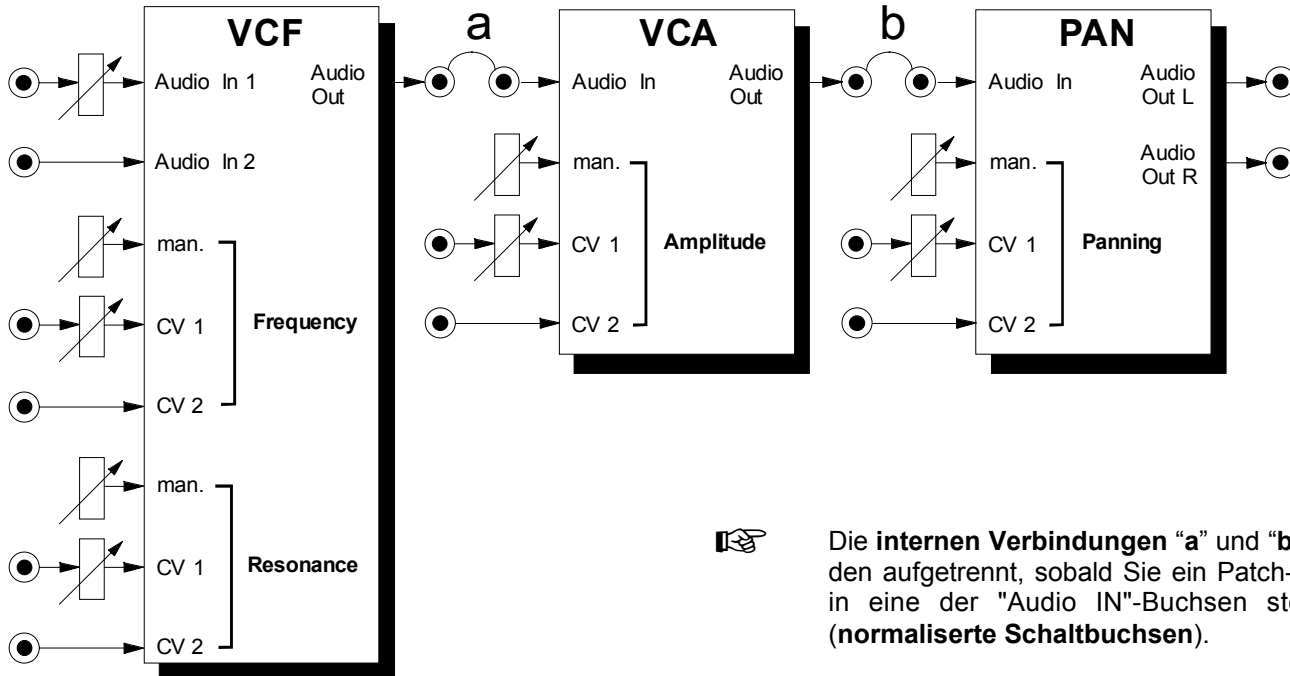

Abb. 1: Blockschaltbild des A-109
Diese Buchsen sind die **Audio-Eingänge** des A-109 (genauer: Eingang des VCF, s. Blockschaltbild in Abb. 1), an denen Sie das zu bearbeitende Signal zuführen. Beide Eingänge zusammen bilden einen "Mini-Audio-Mixer".
④ VCF Out
Am **Filterausgang** ④ steht das gefilterte Eingangssignal zur Verfügung. Diese Buchse ist intern mit dem nachfolgenden VCA verbunden (s. Abb. 1).
⑤ VCA In
Hierbei handelt es sich um eine **normalisierte Schaltbuchse**, die intern mit dem Filterausgang ④ verbunden ist (s. Abb. 1), solange kein Patch-Kabel eingesteckt wird.
⑥ CVA1 • CVA2
genden Panning-Modul verbunden (s. Abb. 1).
den ist (s. Abb. 1), solange kein Patch-Kabel einge-